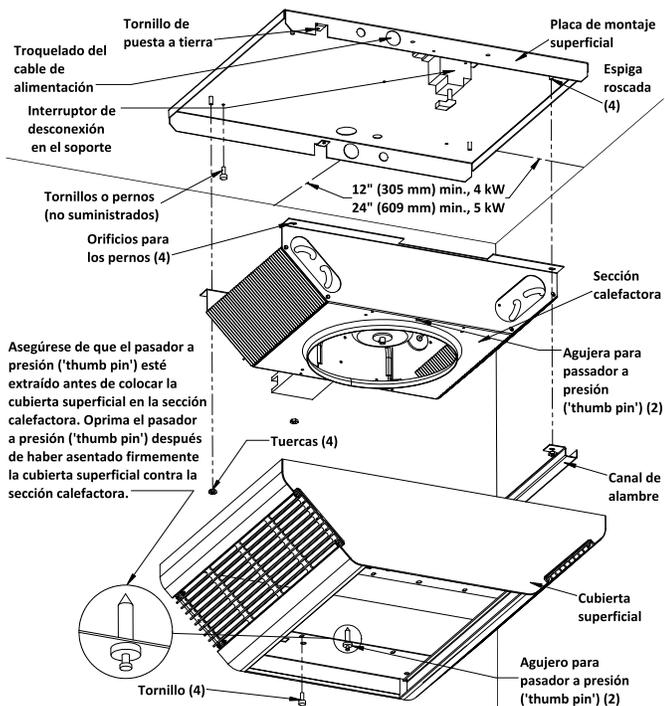

Figura 2
6. Posicione la placa de montaje superficial contra el cielorraso y asegúrela con pernos o tornillos (Figura 2). Vea la Advertencia n.º 9. Conecte el cable de puesta a tierra al tornillo verde de tierra de la placa de montaje superficial.
10. Posicione la sección calefactora sobre las espigas roscadas de la placa de montaje superficial (Figura 2).
11. Empuje la sección del calefactor contra los pernos y coloque dos tuercas (incluidas) en los pernos para sujetar la mitad de la sección del calefactor opuesta a los cables enfundados a la placa de montaje en superficie. Empuje el cablecanal contra los pernos asegurándose de que los cables enfundados queden adentro del cablecanal y coloque dos tuercas (incluidas) en los pernos para sujetar el cablecanal y la otra mitad del calefactor a la placa de montaje en superficie. (Figura 2).
SI NO SE INSTALAN LAS CUATRO TUERCAS DE MONTAJE, EL CALEFACTOR PODRÍA CAER (VEA LA FIGURA 2).
NOTA: asegúrese de que el pasador a presión ('thumb pin') de cada extremo de la abertura de la rejilla de descarga esté extraído, para permitir que el cuerpo de estos pasadores encaje en los agujeros de la sección calefactora (Figura 2).
15. Instale y apriete firmemente los cuatro tornillos (suministrados) para asegurar la cubierta superficial a la sección calefactora (Figura 2).
SI NO SE INSTALAN LOS CUATRO TORNILLOS, LA CUBIERTA SUPERFICIAL PODRÍA CAER (VEA LA FIGURA 2).